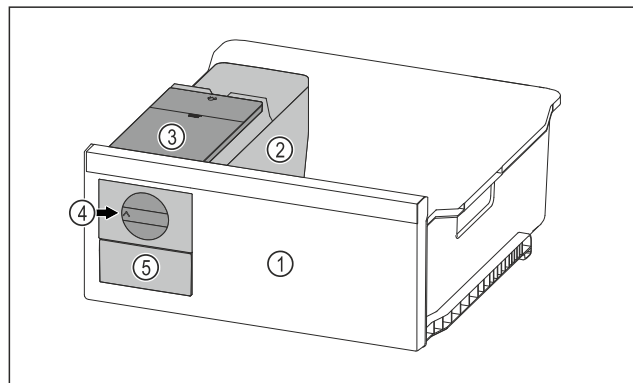

Fig. 165 Ilustrační zobrazení
- ▶ Otočte otočný knoflík Fig. 165 (4) ve směru hodinových ručiček až na doraz.
- ▶ Kostky ledu padají z misky na kostky ledu do zásuvky na kostky ledu Fig. 165 (5).